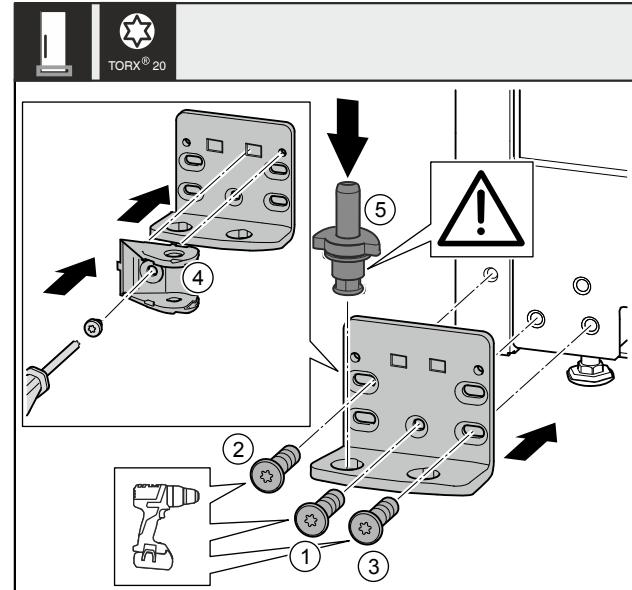

Fig. 36 \*
- ▶ Встановіть опорний кронштейн з іншого боку та прикрутіть його за допомогою викрутки. Почніть з гвинта Fig. 36 (1), що розташований знизу посередині.\*
- ▶ Закрутіть гвинт Fig. 36 (2) і гвинт Fig. 36 (3).\*
- ▶ Поверніть з'єднувальний елемент демпфера Fig. 36 (4) на 180°. Пригвинтіть з іншого боку опорного кронштейна за допомогою викрутки.\*
- ▶ Повністю вставте опорний гвинт Fig. 36 (5). При цьому виступ фікатора повинен бути спрямований назад.\*